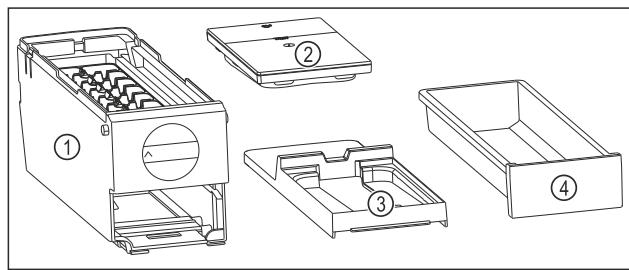

Fig. 119 Součásti EasyTwist-Ice
- ▷ EasyTwist-Ice je rozebrán na čtyři části. (viz Fig. 119)
- ▶ EasyTwist-Ice rozebrírejte pouze na zobrazené součásti. (viz Fig. 119)
- ▶ Korpus EasyTwist-Ice Fig. 119 (1) vyčistěte jako celek.